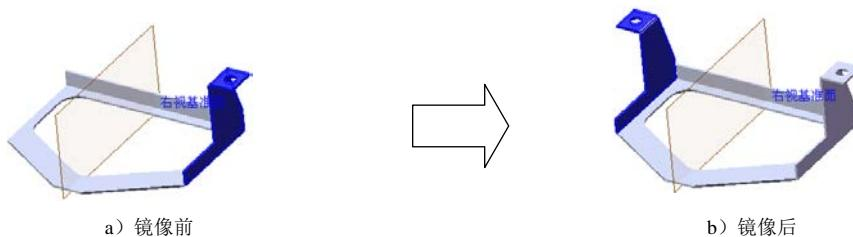

图 2.17 镜像 1
Step8. 创建图 2.17 所示的镜像 1。
(1) 选择命令。选择下拉菜单 **插入(I)** → **阵列/镜向(E)** → **镜向(M)...** 命令。
(2) 定义镜像基准面。选取右视基准面作为镜像基准面。
(3) 定义镜像对象。选择边线一法兰 2、边线一法兰 3、切除一拉伸 2 作为镜像 1 的对象。
(4) 单击 \checkmark 按钮，完成镜像 1 的创建。